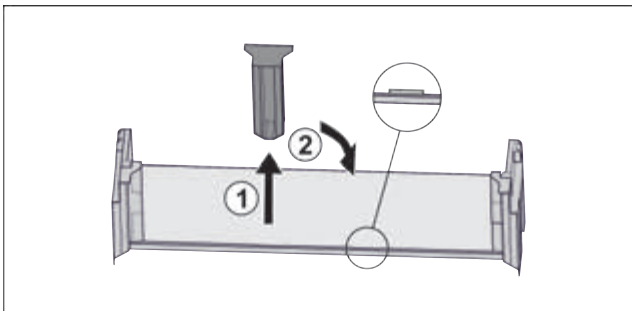

Fig. 54
- ▶ Витягнути середню деталь для підтримки Fig. 54 (1).
- ▶ Вставити середню деталь для підтримки на друге положення Fig. 54 (2).